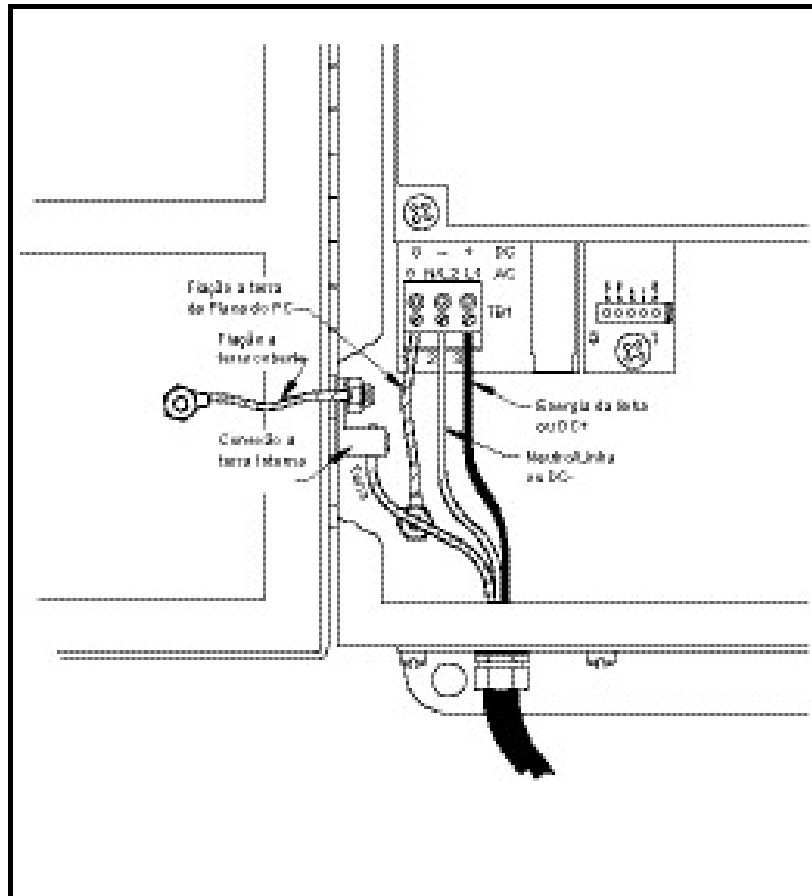

Figura 3: Cabeamento da linha de energia
Consulte a Figura 3 na página 6 or Figura 10 na página 16 para localizar o bloco terminal TB1 e conectar a linha de energia como segue:
3. Conecte o fio terra à conexão terra interna localizada no painel lateral da estrutura (veja a Figura 3).
4. Conecte o fio neutro (ou o fio DC – negativo) ao TB1-2 e o fio de energia da linha (ou o fio de energia positivo + DC) ao TB1-3 como mostra a Figura 3.